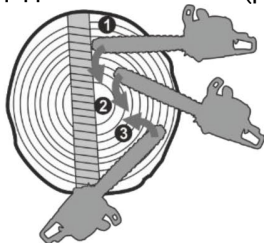

Рисунок 13. Схема розпилювання колоди із використанням зубчастого упору пили.
2. Розпиляти колоду, занурюючи пилку в деревину методом обертання, використовуючи упор як додатковий важіль (рис. 13).